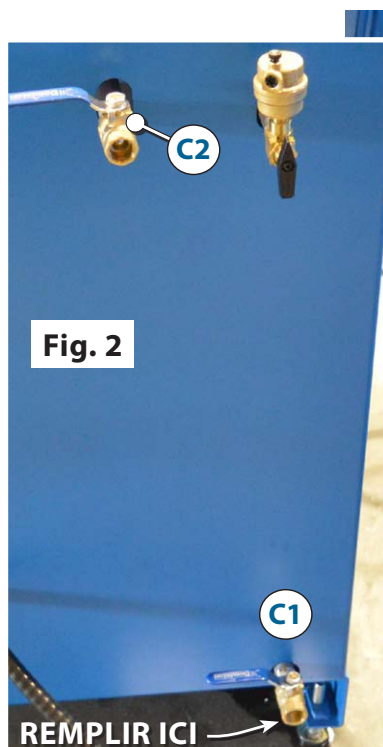

Fig. 2
1. Commencer à remplir le réservoir en se raccordant à la valve à bille **C1** (Fig.2)
2. Remplir jusqu'à voir l'huile sortir de la valve à bille **C2** (Fig.2)